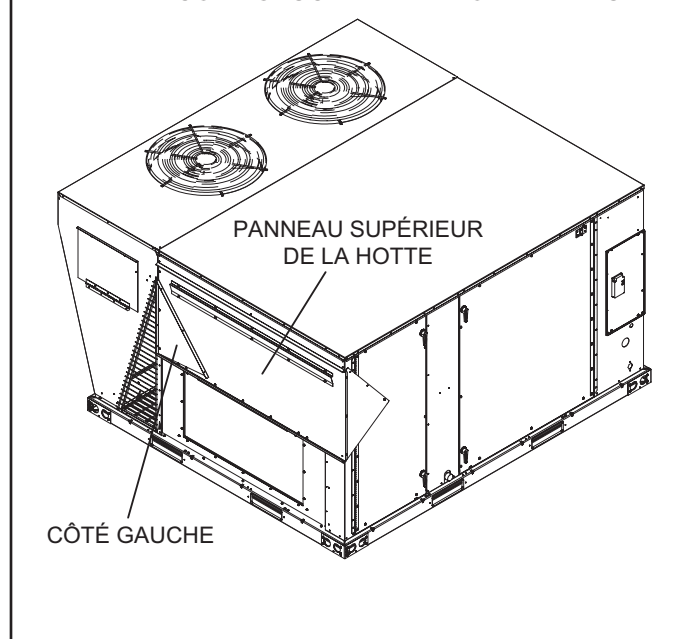

FIGURE 10
- 1 - Retirez le côté gauche du panneau supérieur de la hotte. Reportez-vous à la FIGURE 10.